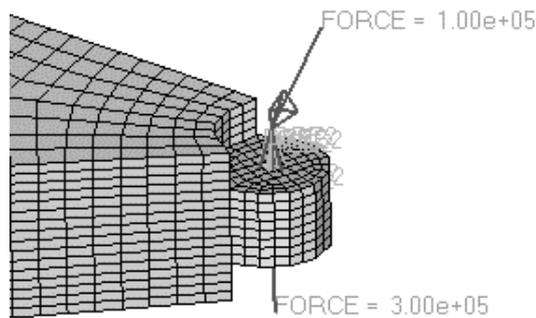

图 8-5 静力作用的节点
- (1) 在 Set Current Load Collector 中选择 Static_loads。
- (2) 在 Analysis 界面选择 forces。
- (3) 确认 nodes 按钮是激活的，如果不是，单击 nodes。
- (4) 选择控制臂末端刚性单元顶部的节点，如图 8-5 所示。
- (5) 确保设置为 global system。
- (6) 设置 magnitude 为 $1e+05$ 。
- (7) 单击 N1、N2、N3 旁边的开关，并选择 x-axis。
- (8) 确保 load types 为 FORCE。
- (9) 单击 create 按钮。
- (10) 选择 (4) 步中的同一节点。
- (11) 设置 magnitude 为 $3e+05$ 。
- (12) 把力的方向改成 z-axis。
- (13) 单击 create 按钮。
- (14) 单击 return 按钮回到 Analysis 面板。